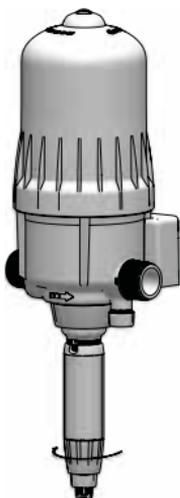

Fig. 12
- Afloje la tuerca de bloqueo de la dosificación (**Fig. 12**).